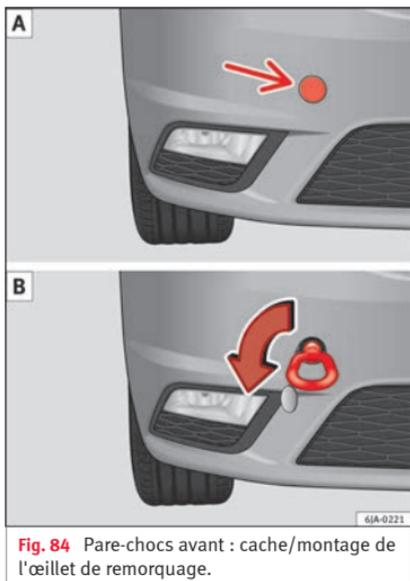

Fig. 84 Pare-chocs avant : cache/montage de l'œillet de remorquage.
- Appuyez sur la partie gauche du cache à l'endroit indiqué par la flèche »» **fig. 84** **A**.
- Vissez l'œillet de remorquage à la main en le tournant vers la gauche jusqu'en butée »» **fig. 84** **B**.